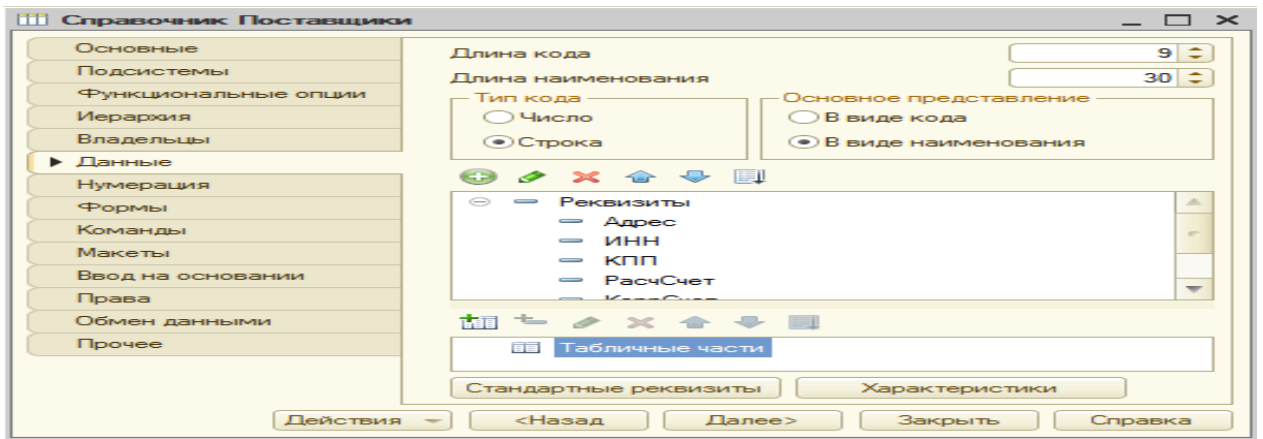

Рис. 17
- щелкните на закладке Данные окна и определите характеристики кода и наименования. Длину кода оставим без изменения - 9 символов, а длину наименования установим 50 символов (рис. 17);